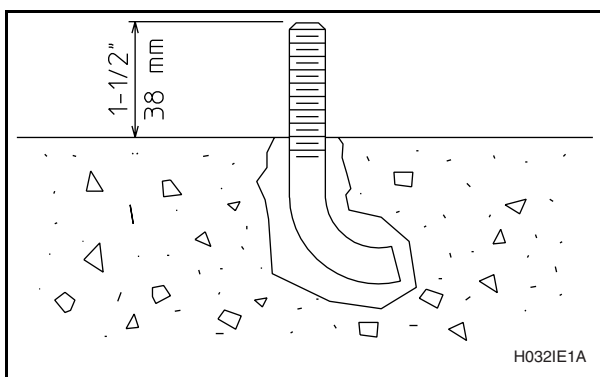

Figura 31
4. Utilice aire comprimido o una perilla sopladora para eliminar las partículas sueltas de cada agujero. Ancle el perno en J en su lugar utilizando un compuesto para anclaje aceptado en la industria. Verifique que los pernos en J estén en los lugares correctos y que cada perno sobresale 38 mm (1-1/2 pulgada) sobre el nivel del piso. Vea la Figura 31.